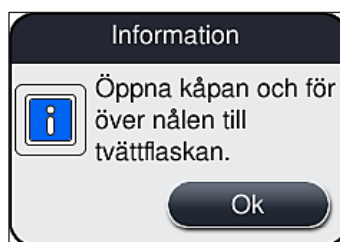

Bild 97
3. Observera informationsmeddelandet som följer (→ Bild 97).
5. Stick in nålenheten (→ Bild 98-1) i tvättflaskan (→ Bild 98-3) och bekräfta informationsmeddelandet (→ Bild 97) med **Ok**.
4. Observera informationsmeddelandena (→ Bild 96), (→ Bild 97) och (→ Bild 101) som visas och bekräfta vart och ett av dem med **Ok**.